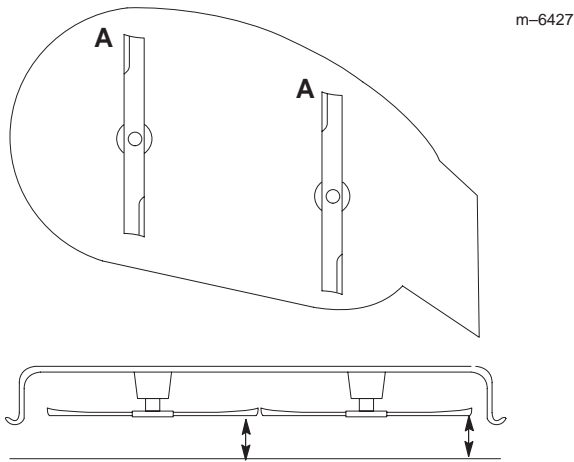

Bild 28
1. Drehen Sie die Schnittmesser, bis die Enden in Längsrichtung gerichtet sind (Bild 28). Messen Sie von einer ebenen Fläche bis zu den Schnittkante (Position A) der Messer (Bild 28). Zeichnen Sie dieses Maß auf.